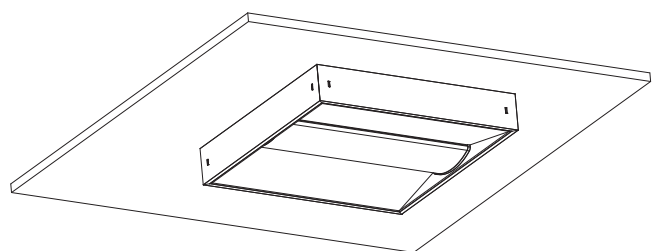

Fig. 6
6. Installation is completed. Luminaire is ready to power on (Fig. 6).
6. L'installation est terminée. Le luminaire est prêt à être mis sous tension (Fig. 6).